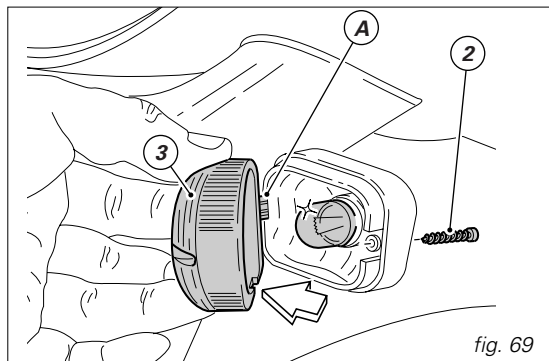

fig. 69
Destornillar el tornillo (2, fig. 69) y separar la copa (3) del soporte indicador.